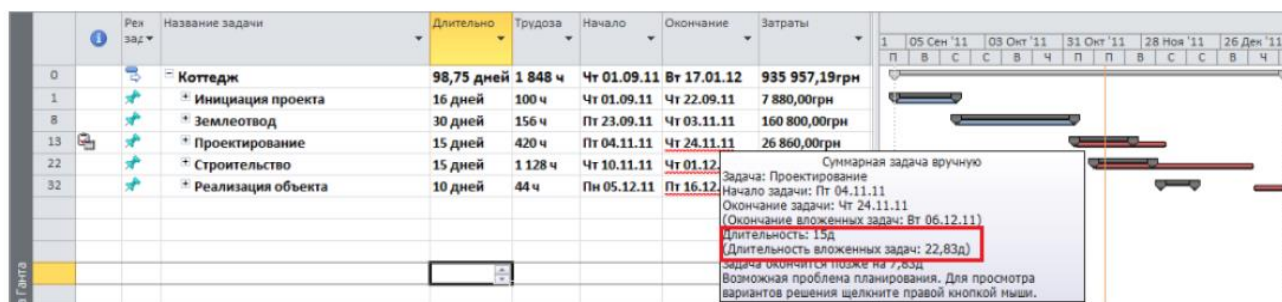

Рис. 7.1. Календарний графік проекту
**Аналіз календарного графіку проекту.** Спочатку необхідно проаналізувати календарний графік. При плануванні «згори-вниз» для етапу «Проектування» була задана директивна тривалість, наприклад, 15 днів, а при деталізації тривалість вкладених завдань склала 22,83 дня. Таким чином, сталося порушення директивних термінів. На діаграмі Ганта можна побачити дати, закінчення яких етапів змінили свої напочатку задані директивні значення (на графіку у цих етапів підкреслені червоною лінією дати закінчення, рис. 7.1).